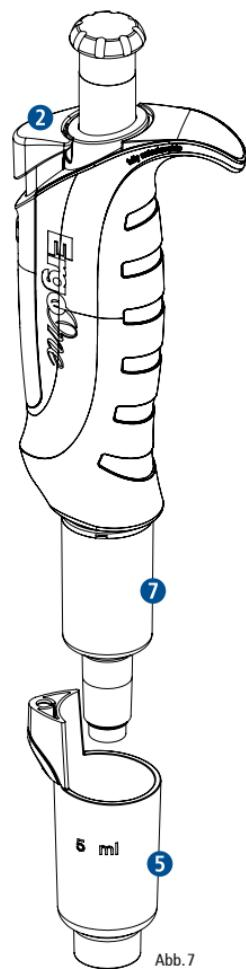

Abb. 7
- Drücken Sie den Abwurfschalter **2** vollständig durch und ziehen Sie die Spitzenabwurfhülse **5** nach unten ab (Abb. 7).